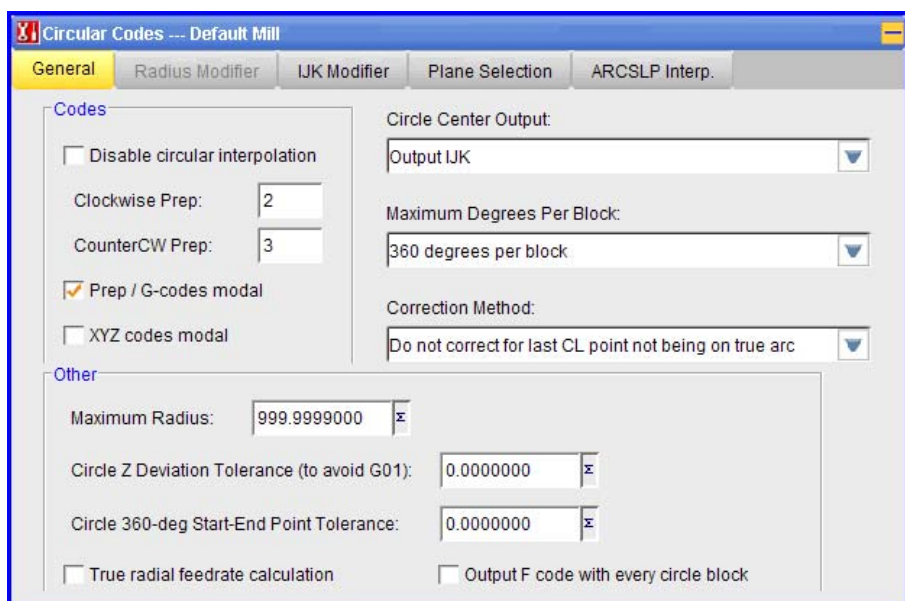

图 9.2.21 “Circular Codes”对话框
- ☒ **Circular**：定义圆弧插补运动的相关参数，其页面显示如图 9.2.21 所示。